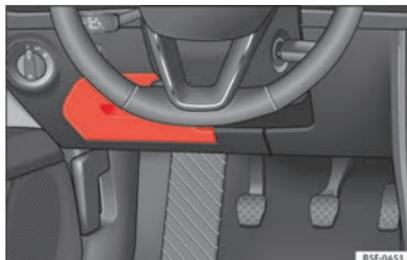

Abb. 101 Auf der Fahrerseite in der Instrumententafel: Abdeckung des Sicherungskastens.
- **Öffnen:** Abdeckung nach unten aufklappen »» **Abb. 101.**